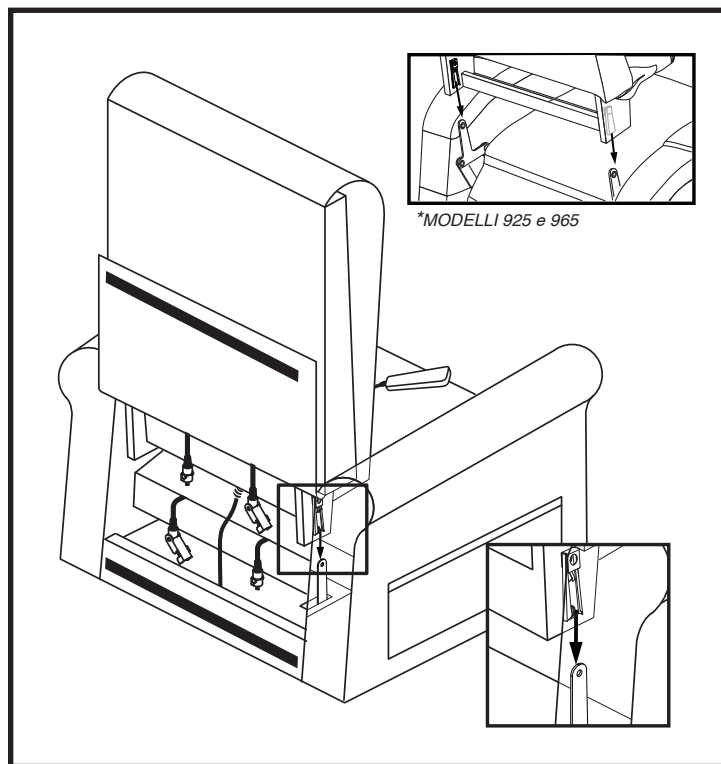

Figura 3. Installazione dello schienale
4. Per montare lo schienale, allineare i manicotti Knock-Down (KD) sul retro con le staffe Knock-Down (KD) nella seduta della poltrona e far scivolare lo schienale verso il sedile (**Vedere la figura 3**). Spingere verso il basso la parte superiore dello schienale per bloccarlo in posizione. Un clic udibile da ciascun lato della poltrona indicherà che lo schienale è posizionato correttamente.